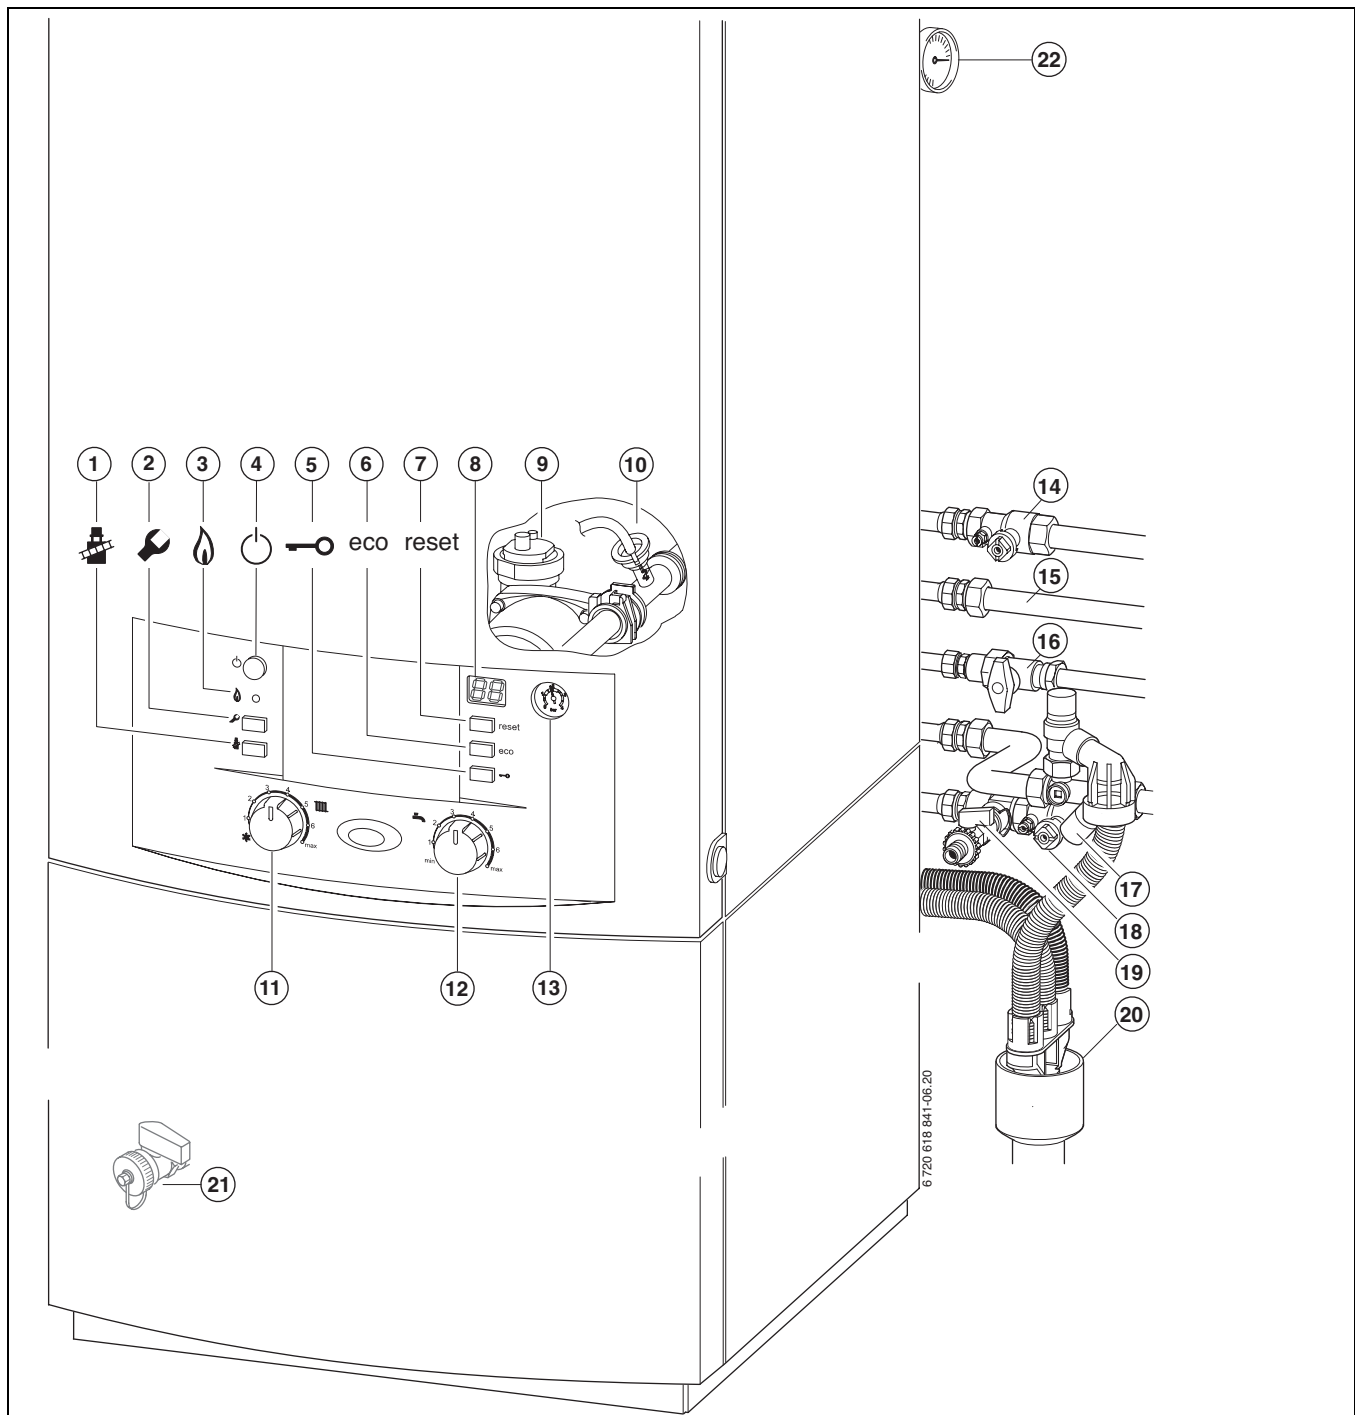

Bild 49
- ▶ Heizungsvorlaufhahn und Heizungsrücklaufhahn (→ Bild 49, [14] und [18]) öffnen.